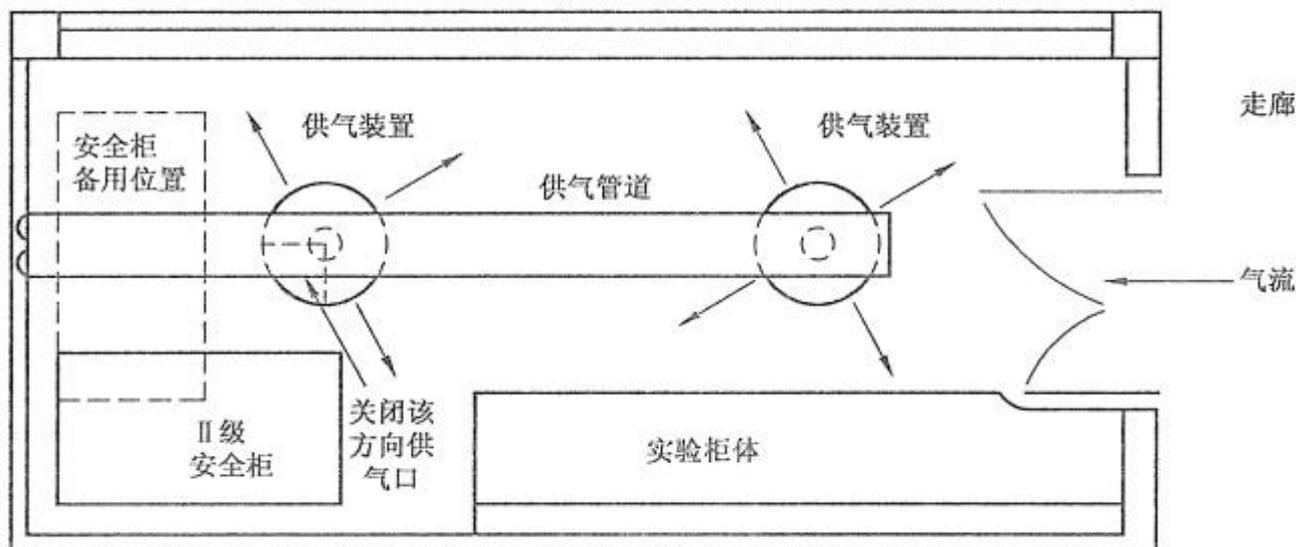

图 A.1 建议的安全柜在实验室的安装位置
A.1.1 安全柜应不位于通道处，远离能破坏由工作口空气屏障产生的隔离层的房间气流。图 A.1 所示为考虑了所有气流紊乱后建议的安全柜安装位置。